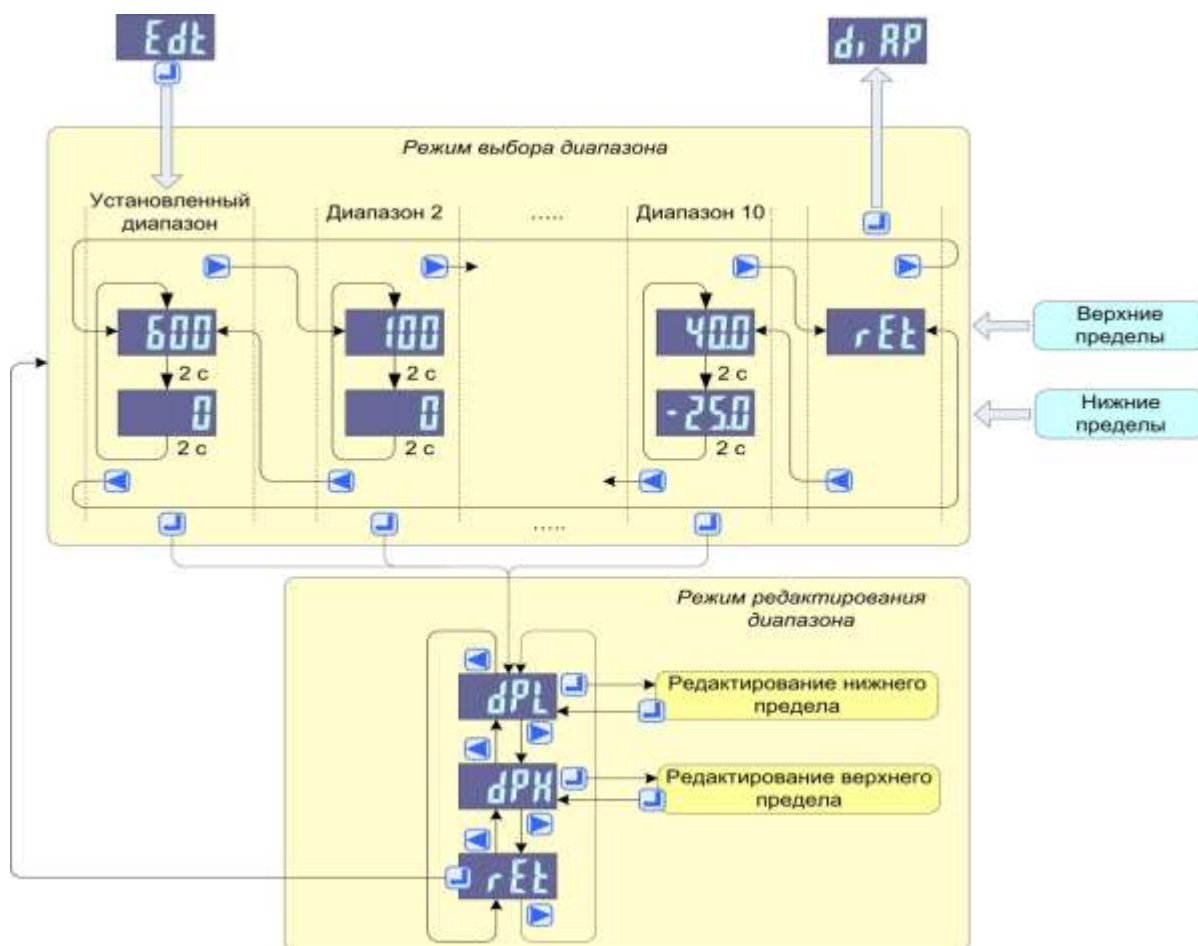

Рисунок 2.24
- выбрать пункт «**Edt**» и нажать кнопку «», в результате прибор перейдет в режим выбора одного из десяти диапазонов (см. рисунок 2.24), при этом на основном индикаторе высветится значение верхнего предела текущего диапазона, а через две секунды – нижнего, еще через две секунды – снова верхнего и т.д.
- «» («») – переход к следующему (предыдущему) диапазону, при этом высвечивается значение верхнего предела (см. рисунок 2.24);
- выбрать требуемый диапазон и нажать кнопку «», в результате программа перейдет в *режим редактирования* выбранного диапазона (см. рисунок 2.24);